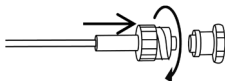

Figura 2
2. Conecte a linha de amostragem de gás (conector luer macho) ao monitor de gás respiratório, conforme mostrado na Figura 2. Gire o conector luer no sentido horário, para obter um ajuste seguro e garantir que não haja vazamento de gases no ponto de conexão.